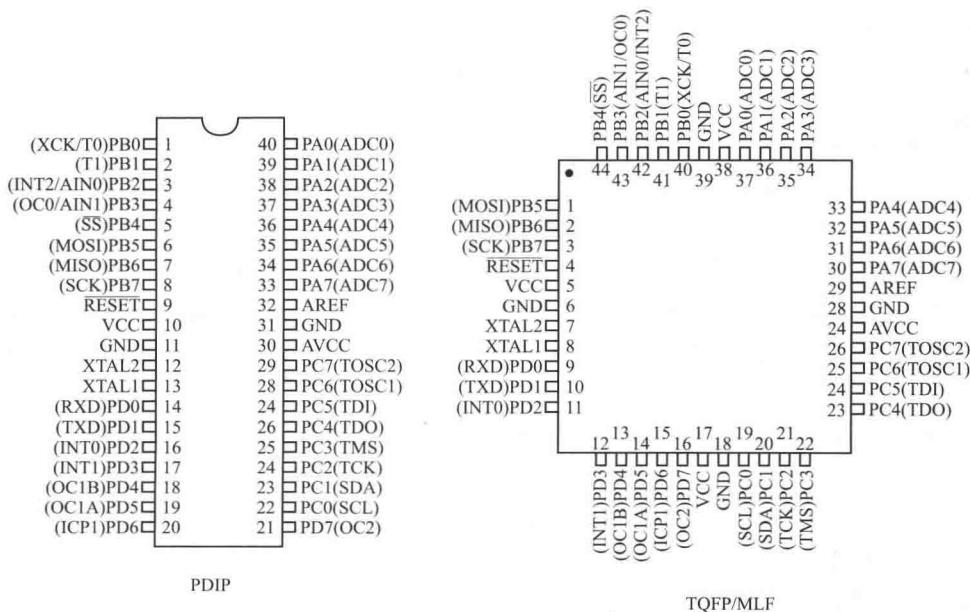

图 1-6 ATmega16 单片机外部引脚
(5) ATmega16 单片机外部引脚 (见图 1-6)。